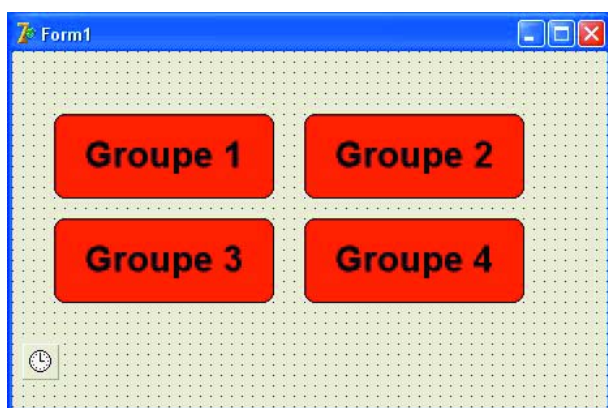

Figure 7: La Form dotée des objets du programme d'alarme.
5. Placez un Timer de l'onglet Système sur la Form pour une interrogation périodique des interrupteurs d'alarme. La Form aura alors l'aspect de la **figure 7**.